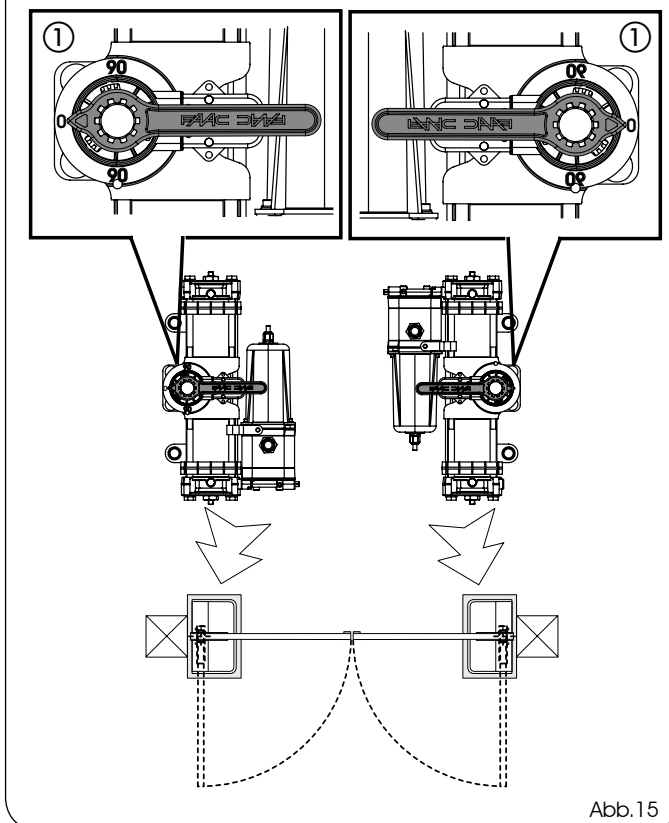

Abb.15
- 6) **Ohne das Ritzel zu bewegen**, den im Lieferumfang enthaltenen Schlüssel am Antrieb einstecken (siehe Abb. 15) und sicherstellen, dass dieser auf 0 (NULL) am Kunststoffteil des Antriebs (Abb. 15, Bez. ①) zeigt, eventuell das Ritzel damit drehen.